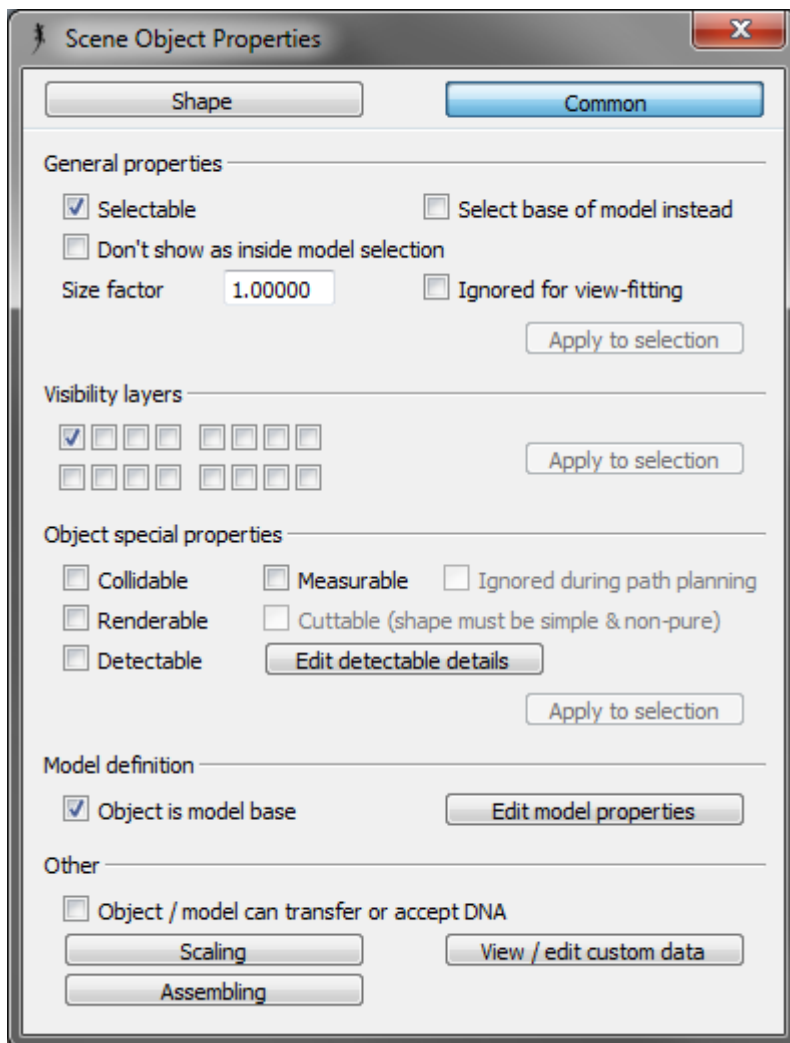

Рисунок 19 – Вкладка «Common» свойств объекта
26. Преобразуем созданную платформу в модель. Для этого в свойствах объекта «MobilePlatform» (см. пункт 4, рисунок 5) необходимо переключиться на вкладку «Common». Далее в разделе «Model definition» необходимо установить галочку «Object is model base» (рисунок 19).